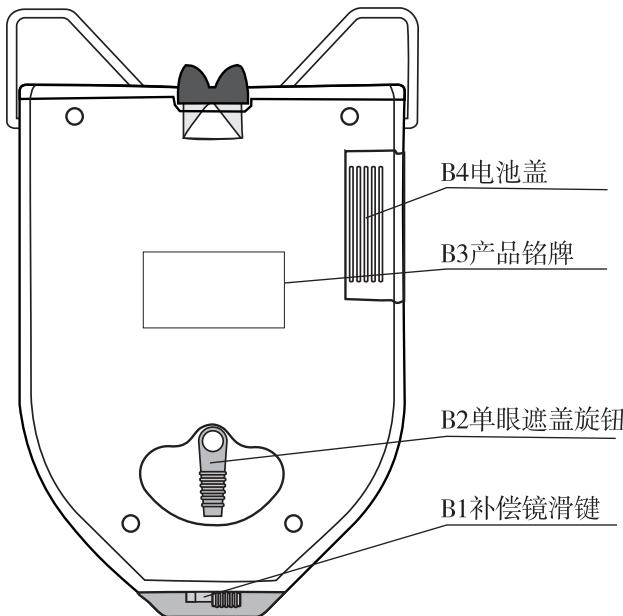
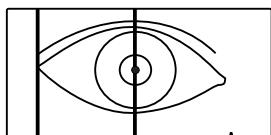

图 3
图 8a 为测右眼瞳距时从检测窗看的状态
5.2 后面板说明（图 3 所示）
6.4 单眼瞳距测量(图 8a、8b 所示)
- 当需要进行左、右眼单眼瞳距测量时，扳动图 3 中的序号 2 (单眼遮盖旋扭)，可以完全遮盖另一只眼睛，(图 8a、8b 所示)。